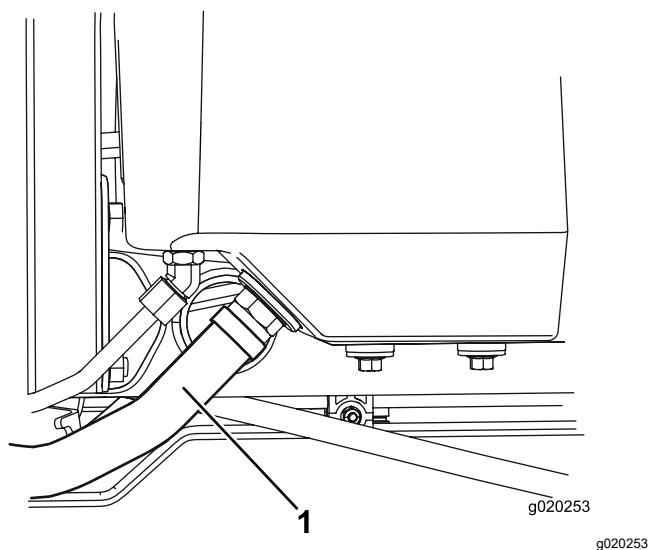

図 78
2. タンクから大きい油圧オイルホース 図 78を外し、流れ出すオイルを容器に受ける。